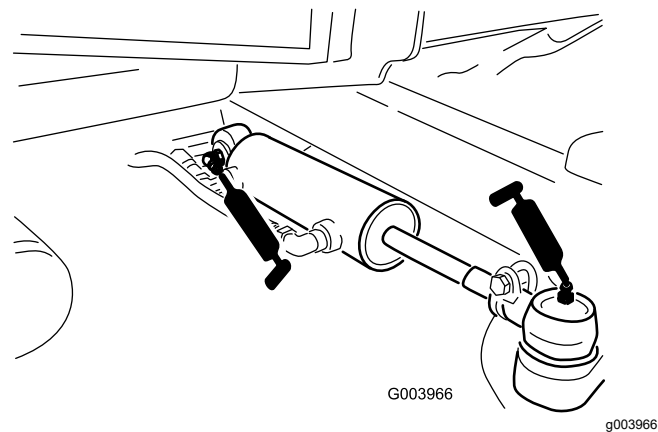

Figura 47
- Rótulas do cilindro de direção (2) (Figura 47)